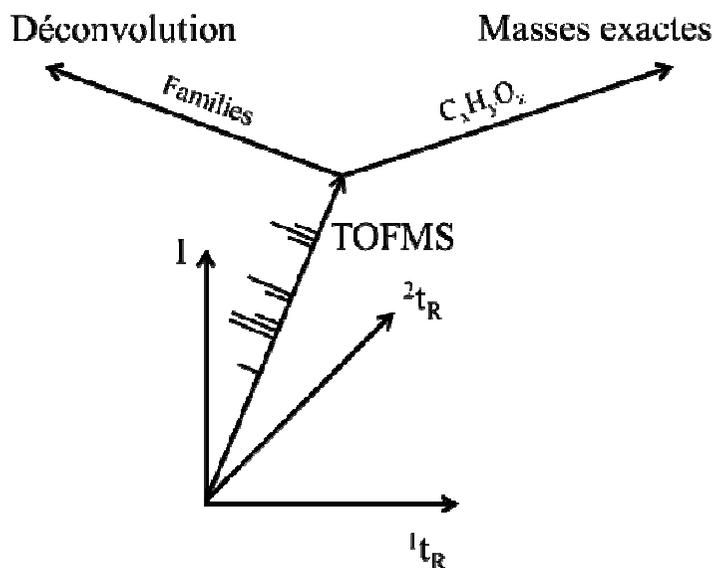

Figure 1: Multi-dimensionnalité et orthogonalité des axes de séparation
thermophiles, permet de définir la stratégie utilisée. On constate effectivement que dans la nature l'adaptation au froid des enzymes correspond à une diminution de stabilité qui a pour but d'augmenter la flexibilité des enzymes à basse température. La figure 3 fournit un bel exemple d'adaptation. Cette figure illustre à la fois la thermo-dépendance de l'activité et la stabilité thermique d'enzymes homologues provenant d'environnements qui diffèrent par leur température (7). Les courbes de la Figure 3A se rapportent à l'activité d' $\alpha$ -amylases isolées d'un organisme psychrophile (AHA), mésophile (PPA) et thermophile (BAA). Comme dans la Figure 1 on constate un déplacement très important des maxima apparents d'activité en fonction de la température. La stabilité thermique de ces enzymes est évaluée à la Figure 3C qui montre les transitions vers l'état dénaturé des trois enzymes observées par émission de fluorescence
Des analyses équivalentes ont été réalisées sur des osidases adaptées à différentes températures (Figure 3B) : psychrophile (pXyl), mésophile (Xyl1) et thermophile (CelA). On constate également des déplacements très importants des maxima apparents d'activité associés à des thermostabilités très différentes (Figure 3D) mesurées par microcalorimétrie différentielle (les courbes représentent l'absorption de chaleur qui se produit lors de la dénaturation de l'enzyme) (8). Une chose intéressante à observer est le fait que dans le cas des enzymes froides, la dénaturation thermique se produit quasi après la perte d'activité tandis que, dans le cas des enzymes homologues mésophile et thermophile la perte d'activité correspond exactement à la modification de la structure sous l'effet de la chaleur. Cette différence peut être attribuée soit à une sensibilité toute particulière du site actif des enzymes froides ou bien à une grande instabilité du complexe enzyme-substrat, ES. Notons aussi que la température normale de fonctionnement de ces enzymes se situe loin du maximum de stabilité (Figure 1) et à gauche de ce maximum contrairement aux enzymes mésophiles. La relative instabilité des enzymes froides résulte d'un affaiblissement des liaisons ioniques et hydrophobes à basses températures. Maintenant est ce que cette instabilité thermique peut refléter une augmentation de la flexibilité des enzymes froides qui permettrait d'accommoder les substrats à basse température, ce que ne peuvent faire les enzymes mésophiles et thermophiles très peu ou pas actives à basse température ? Diverses techniques ont été utilisées pour évaluer la flexibilité relative des protéines. Cette notion est assez complexe car elle implique un facteur d'amplitude de la déformation et un facteur de fréquence à savoir le nombre de déformations par unité de temps. Le « quenching » de fluorescence a été appliqué avec succès pour évaluer la flexibilité globale de beaucoup d'enzymes adaptées à différents environnements. Il s'agit en fait d'utiliser un agent « quencher » de petite taille, en l'occurrence, l'acrylamide, qui à la suite de collisions avec les chaînes latérales du tryptophane entraîne une diminution de la fluorescence de ces acides aminés. L'intensité du quen-
déconvolution des signaux et par un axe de calcul de formules brutes sur base des masses exactes mesurées (Figure 1). Ce couplage GC×GC-TOFMS, qui donne accès à deux temps de rétention chromatographiques, un spectre de masse et ses fragments, ainsi qu'à une formule moléculaire brute pour chaque composé séparé, permet de caractériser des mélanges de plusieurs centaines de molécules présentes dans des matrices complexes.